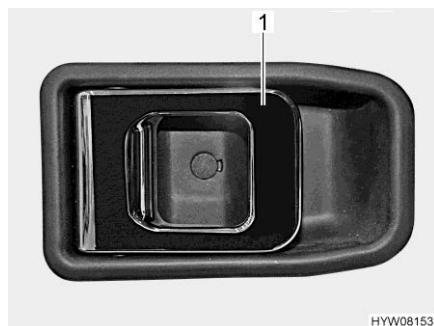

Fig. 33 Serratura della porta (porta conducente/porta di ingresso, lato interno)
*Apertura:* ■ Tirare la maniglia (Fig. 33,1). La serratura della porta si sblocca o apre.
*Bloccaggio:* ■ Premere la maniglia (Fig. 33,1). La serratura della porta si blocca.